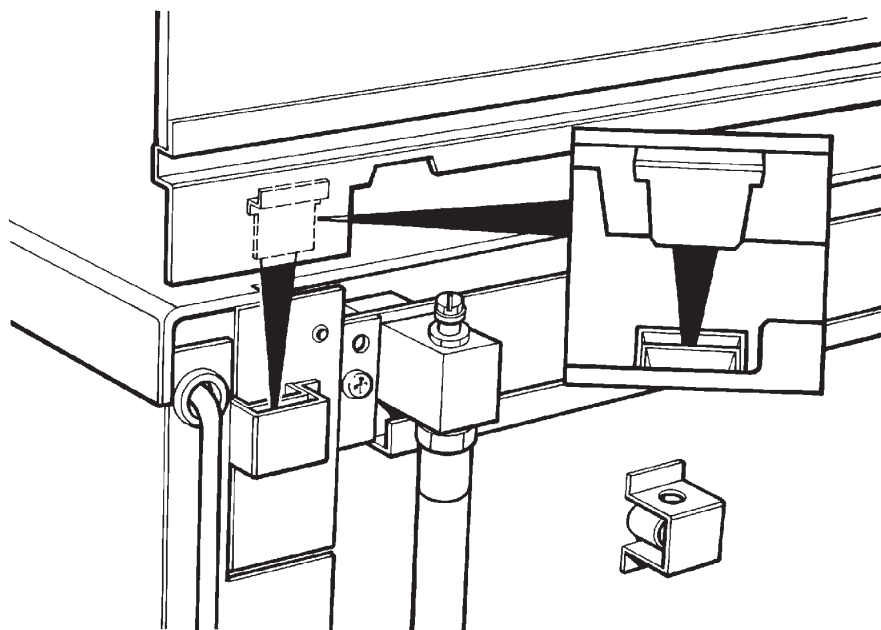

Fig. 9
1. Posicionar as patilhas de encaixe na parte traseira do guarda salpicos, nos orifícios correspondentes, existentes na parte superior traseira do fogão (Ver Fig. 9). Premir para encaixar.